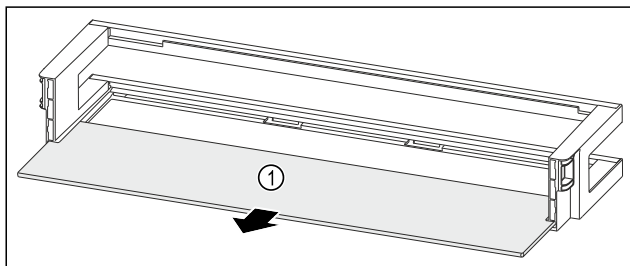

Fig. 91 Dørhulle med oppstillingsplass
- ▶ Fjern oppstillingsplassen Fig. 91 (1).